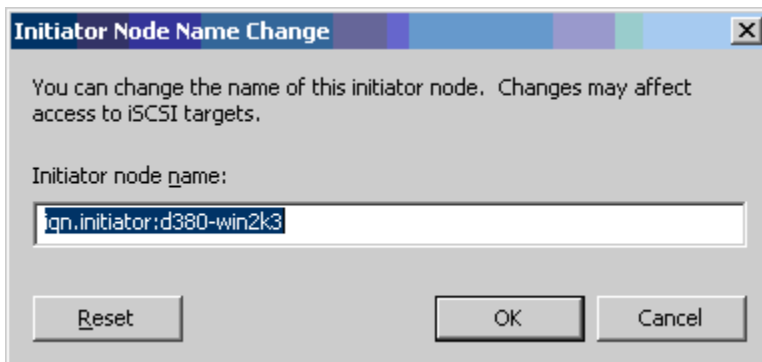

Figura 10-7. Alterar o nome do nó do iniciador
3. Na caixa de diálogo Initiator Node Name Change (Alteração de nome do nó do iniciador) (consulte Figura 10-7), digite o nome IQN do iniciador e, em seguida, clique em **OK**.